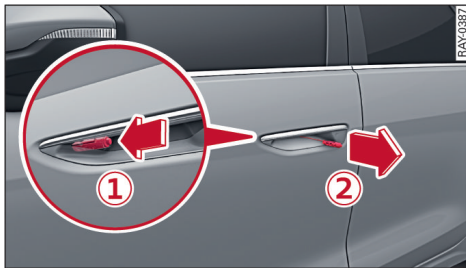

图 9 车门：应急操作装置
- ▶ 将车门把手中的销子 (1) 短暂地朝行驶方向推 → 图 9。销子由此被解锁并从车门把手中弹出。
- ▶ 拉拉索末端 (2)，直到可以打开车门。
- ▶ 向行驶方向推销子 (1)，直到达到车门把手内的止动位置。销子由此被再次锁止。
- ▶ 拉拉索末端 (2) → 32 页，图 9，直到车门打开。